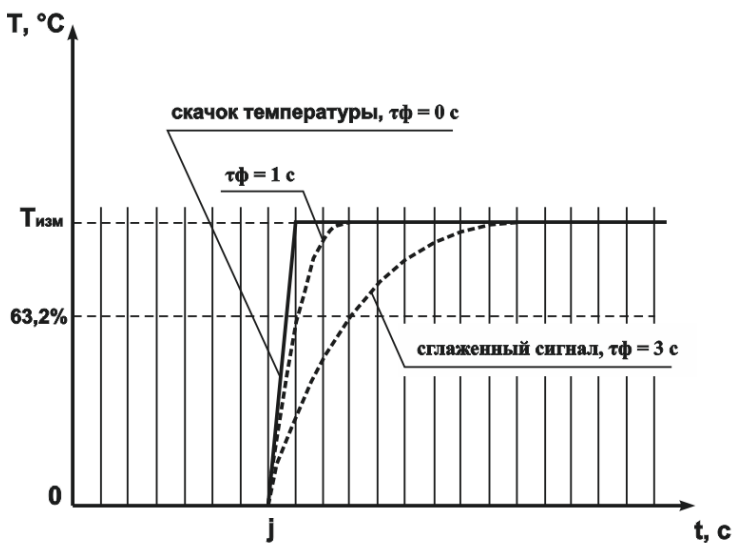

Рисунок 4
**2.2.6.2** Цифровой фильтр устраняет шумовые составляющие сигнала, осуществляя его экспоненциальное сглаживание. Основной характеристикой экспоненциального фильтра является «тф» – постоянная времени цифрового фильтра, параметр  $F_{\Gamma t}$  – интервал, в течение которого температура достигает **63,2 %** измеренного значения «Тизм» (рис. 4).